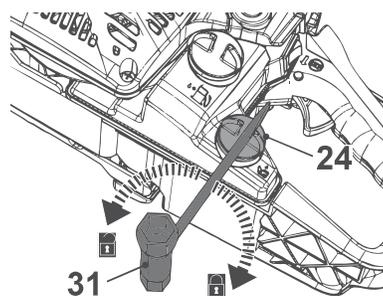

Fig. 16
1. Coloque o produto numa superfície estável e nivelada, com a tampa do depósito de óleo para correntes (24) voltada para cima. Recomendamos que coloque uma película não inflamável sob o produto.
2. Desaperte e remova a tampa do depósito de óleo (24) (Fig. 16).
- Limpe o lubrificante derramado com um pano macio e volte a colocar a tampa do depósito de óleo (24). Utilize a multiferramenta (31) para apertar a tampa devidamente (Fig. 16).